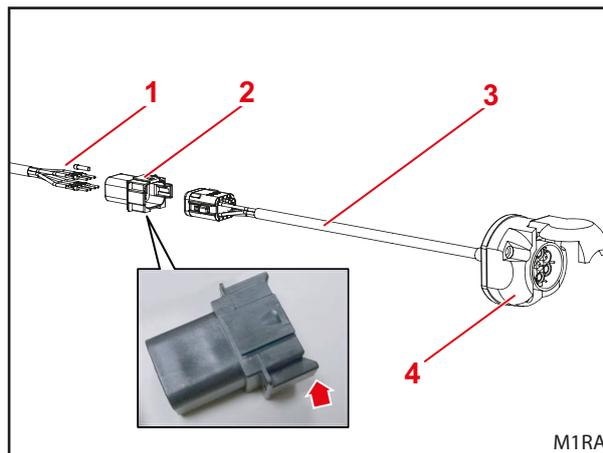

Рис. 37 8-контактный штекерный разъем с выступами для подключения переходного кабеля с 7-контактной розеткой
- 8-контактный штекерный разъем с выступами (красная стрелка на Рис. 37) для подключения переходного кабеля с 7-контактной розеткой.